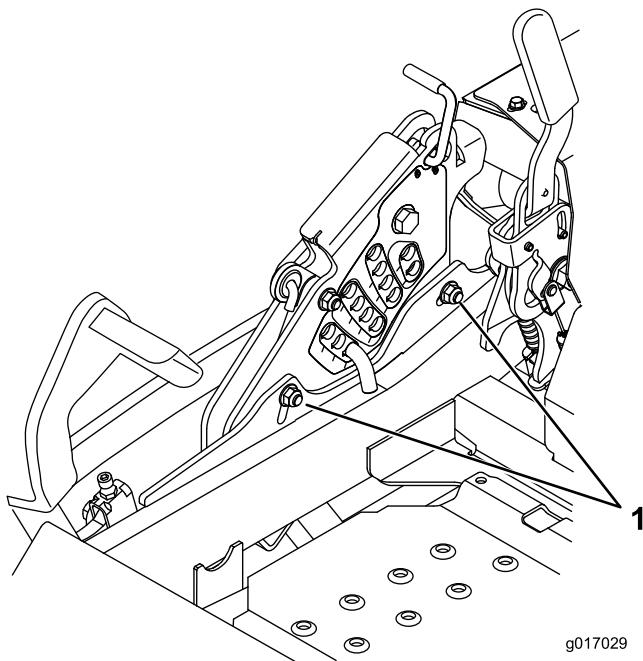

Figura 88
12. Para ajustar el sistema de ajuste de un solo punto, afloje los dos pernos situados cerca del borde inferior de la pletina de altura de corte. Consulte Figura 88.
14. Apriete los dos pernos situados cerca del borde inferior de la pletina de altura de corte (Figura 88). Apriete a 37–45 Nm.